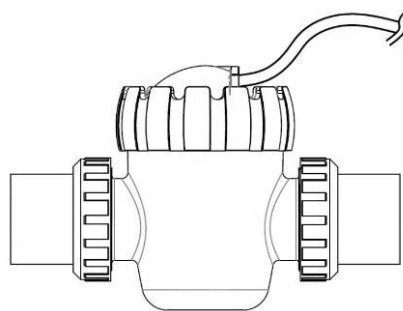

Рисунок 4
4. Закрепите электроды внутри держателя и затяните гайку ячейки; подключите электродный кабель к блоку управления; затяните гайку, чтобы обеспечить хороший контакт (рисунок 4).